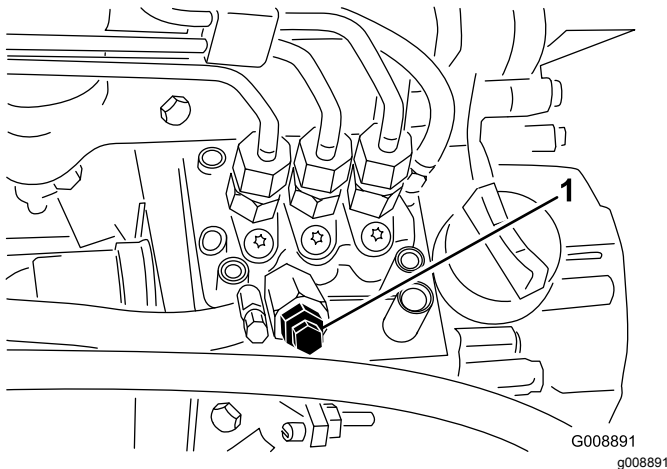

Figura 42
4. Desaperte o parafuso de purga que se encontra na bomba de injeção de combustível (Figura 42).